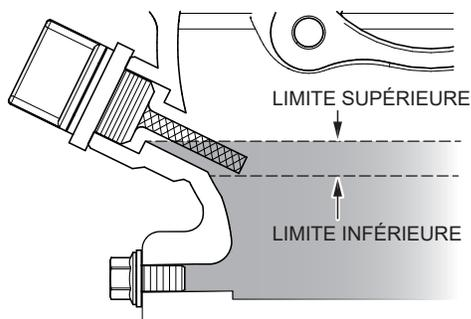

Figure 5. Jauge d'huile moteur (niveau d'huile)
4. Si le niveau d'huile est bas (Figure 5), remplissez jusqu'au bord de l'orifice de remplissage d'huile avec le type d'huile recommandé (Tableau 4). La capacité maximale d'huile est de 0,63 pinte (0,6 litre).